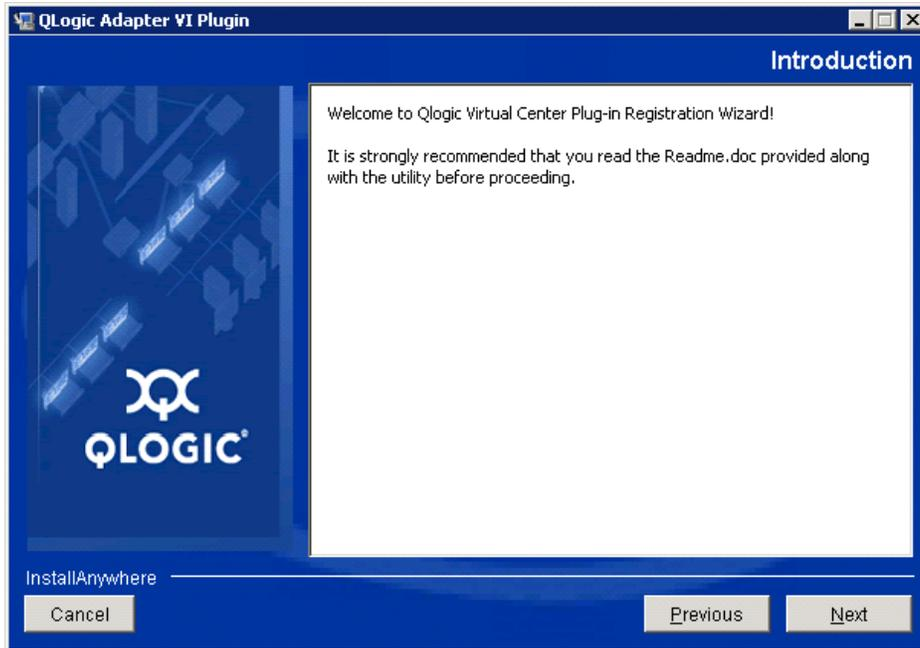

Figure 2-10. Assistant Enregistrement de QConvergeConsole VMware vCenter Server Plug-in
4. L'Assistant Enregistrement du plug-in s'ouvre, comme illustré à la Figure 2-10. Cliquez sur **Next** (Suivant).